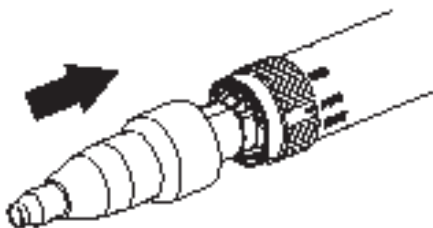

Figura 2 - Instalando o mandril
2. Colocar o mandril sobre a peça de mão; empurrar firmemente e rosquear o mandril sobre a peça de mão até que se assente (figura 2).